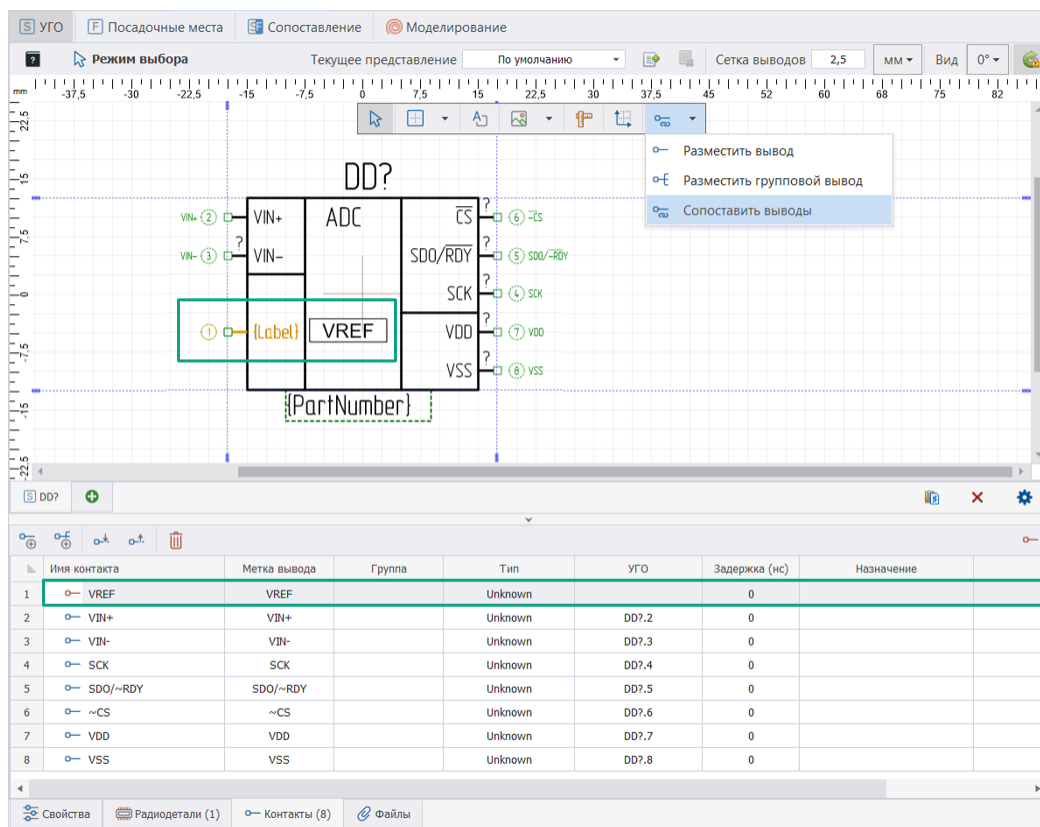

Рис. 237 Работа инструмента «Сопоставить вывод»
3. Под курсором при наведении на вывод УГО отображается его имя и метка, см. Рис. 237.